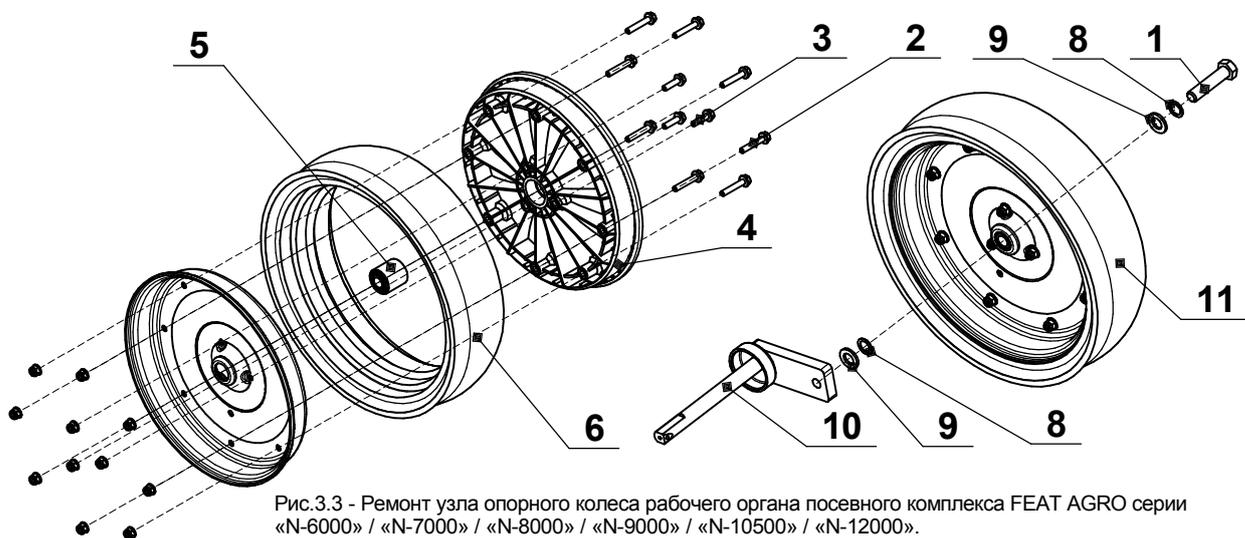

Рис.3.3 - Ремонт узла опорного колеса рабочего органа посевного комплекса FEAT AGRO серии «N-6000» / «N-7000» / «N-8000» / «N-9000» / «N-10500» / «N-12000».
1. Выкрутите крепёжный болт (поз.1 рис.3.3), а также снимите шайбы (поз.8, 9 рис.3.3) и опорное колесо с рычага (поз.10 рис.3.3).
2. Снимите крепёжные элементы (поз.2, 3 рис.3.3) и разберите опорное колесо.
4. Снова соберите подшипник (поз.5 рис.3.3) и детали опорного колеса.
5. Прикрепите опорное колесо (поз.11 рис.3.3) к рычагу (поз.10 рис.3.3) с помощью регулировочных шайб (поз.8, 9 рис.3.3) и крепёжного болта (поз.1 рис.3.3). Затяните крепёжные детали шарнира согласно таблице 1.8.
**ПРИМЕЧАНИЕ:** Зазор должен составлять **1-6мм**. На креплении опорного колеса добавляйте или убирайте регулировочные шайбы (поз.8,9 рис.3.3).